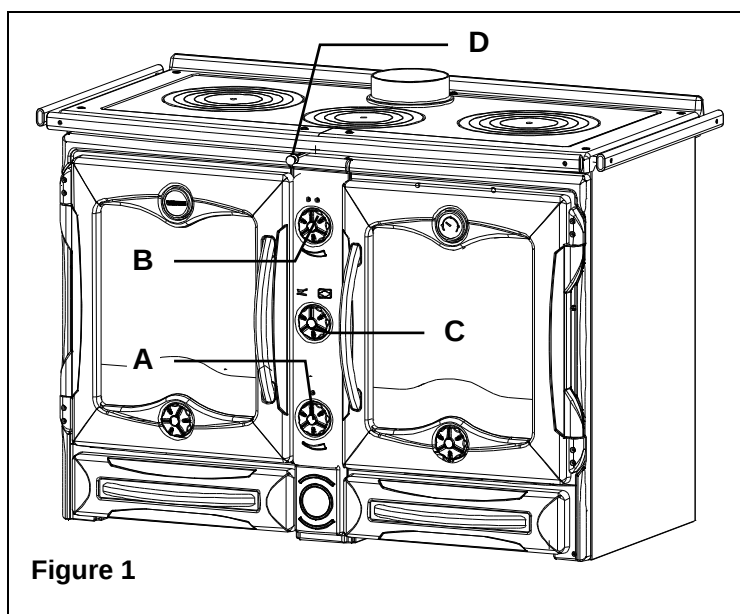

Figure 1
- Primär- und Sekundärluftschieber (ABB. 1 **A**, **B**): ZU (nach rechts geschoben, Uhrzeigersinn)
- Rauchklappe (ABB. 1 **C**) nach links geschoben
- Anzündensvorrichtung (ABB. 1 **D**) nach hinten hineingesteckt.
Régulateur d'air PRIMAIRE (pompeau inférieur Figure 1 - A)
Le régulateur d'air SECONDAIRE (pompeau supérieur Figure 1 - B)
Régulation - fumées (Figure 1 - C)
Régulateur d'allumage (Figure 1 - D)